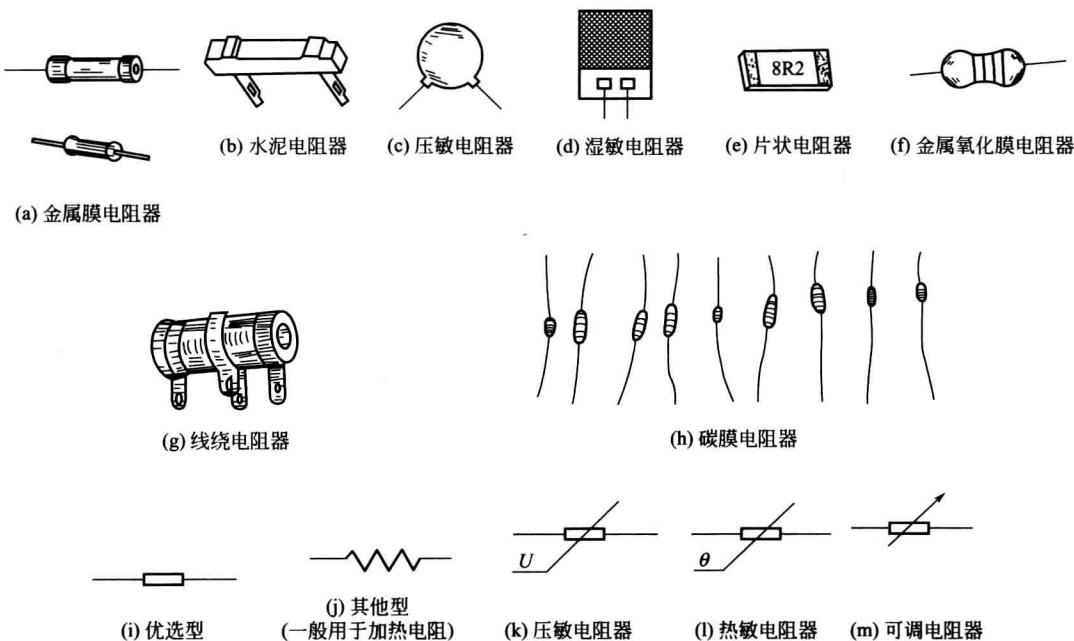

图 2-1 常见电阻器元件的外形及电路符号
① 电阻器的分类 实际应用中的电阻是元件，分类如下。
② 常见电阻器元件的外形及电路符号如图 2-1 所示。